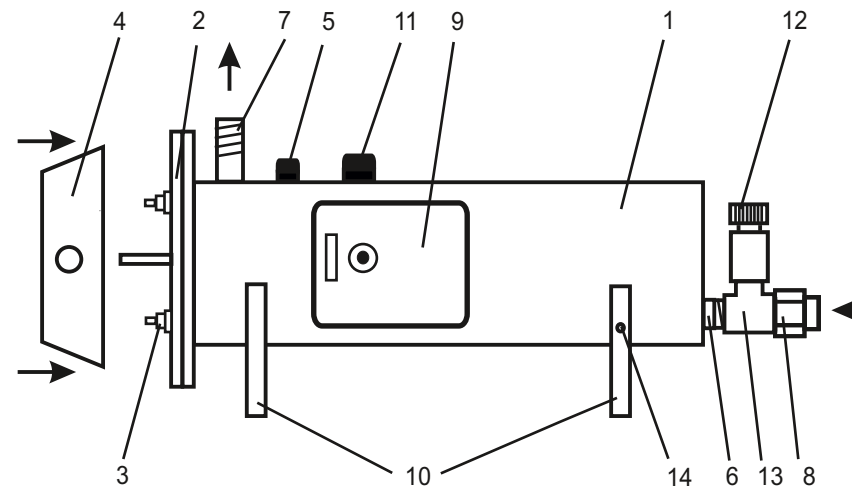

Рисунок 1.
4.1 Водонагреватели ЭПВН-7,5; -9,45; -12; -15; -18; -24; -30 (рис.1) состоят из следующих основных частей: корпуса (1) с входным (6) и выходным (7) патрубками G $\frac{1}{2}$; секции, состоящей из крышки (2), с одним (ЭПВН 7,5) или тремя (ЭПВН-9,45;-12;-15;-18;-24;-30-1) трубчатыми электронагревателями (ТЭН) (3) из нержавеющей стали; датчика терморегулятора (5); аварийного термовыключателя (11). Выводы ТЭНов закрыты защитным кожухом (4)